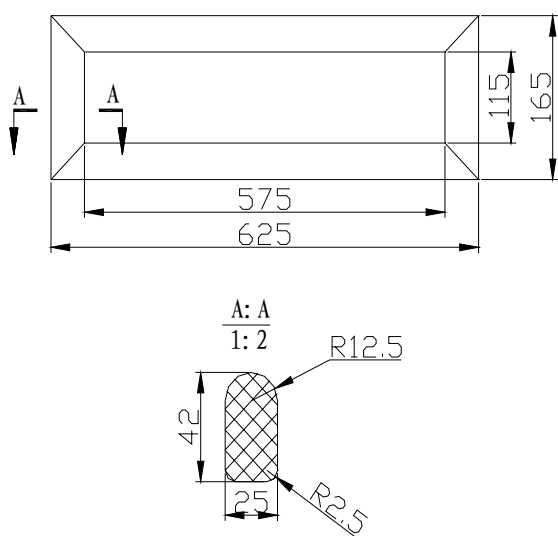
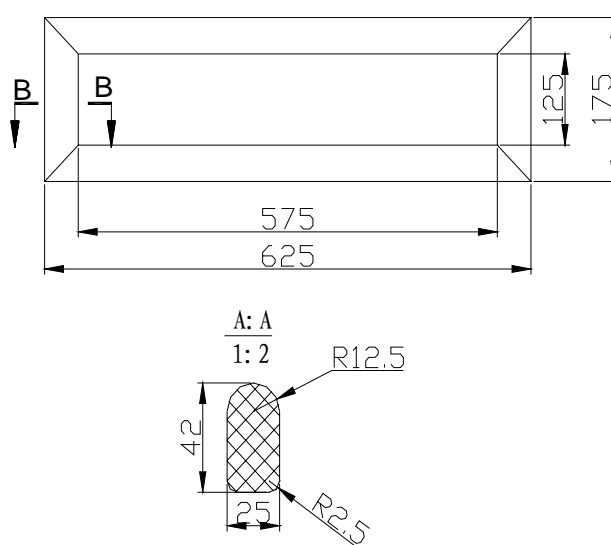

图 2 出风口密封胶条
图 3 回风口密封胶条
(1) 625X170 的出风口密封胶条（见下图 2）应贴于回风口，625X180 的回风口密封胶条（见下图 3）粘贴于出风口，在密封胶条底部（与机车车顶贴合处）涂中性硅胶。